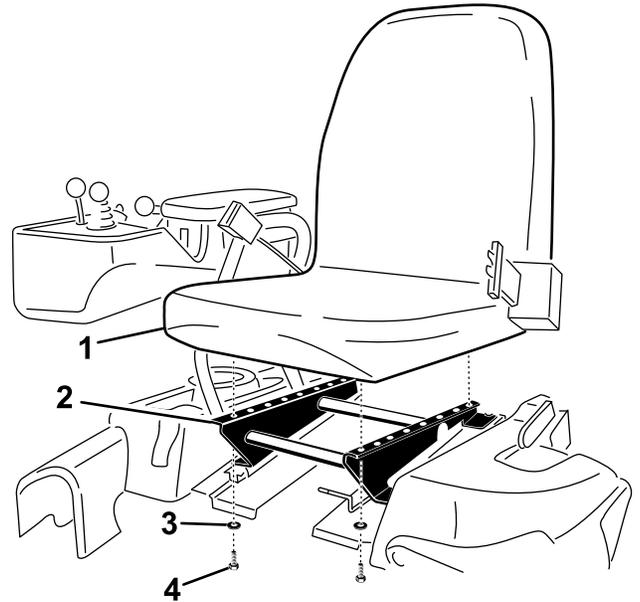

图4
3. 使用之前拆下的 4 个螺栓和垫圈将座椅固定到座椅底座上如图 4。